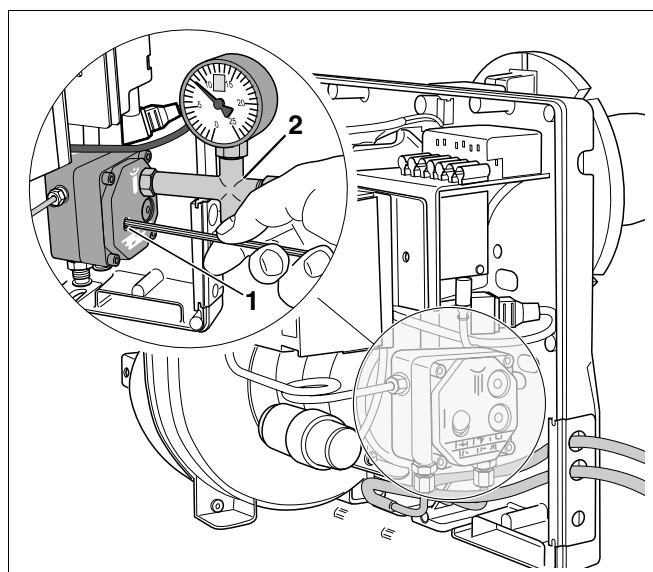

Fig. 12 Efterregulering af CO₂-indholdet (afpasning af olietryk)
Hvis du drejer trykreguleringsskruen (fig. 12, **pos. 1**) en smule, ændrer du oliepumpestrykket og dermed CO₂-indholdet.
- Skru olietryksmanometret (fig. 12, **pos. 2**) i tilslutningen på oliepumpen (mærket med et "P").